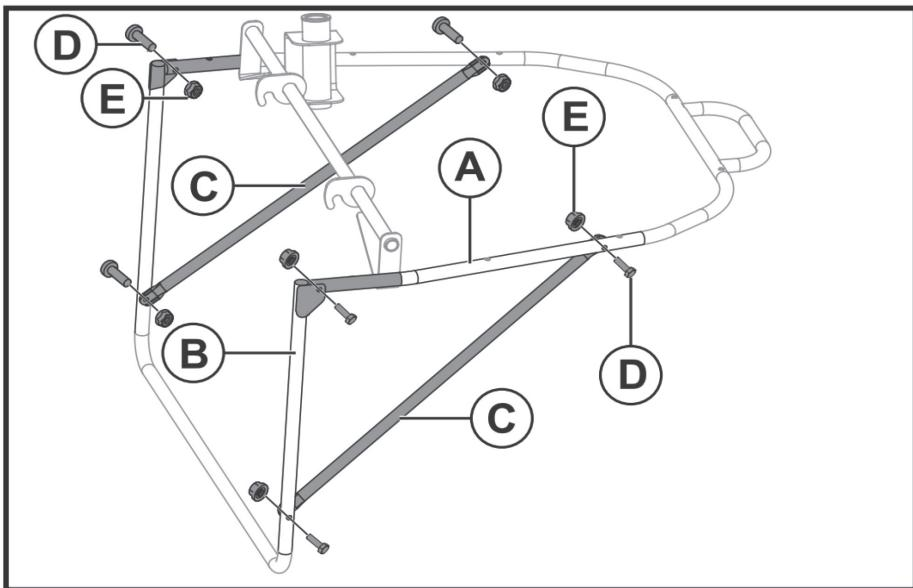

Рис. 15.
- С помощью болтов (D) и гаек (C), присоедините верхнюю часть каркаса (A) к нижней (B). Рис. 15.
- С помощью болтов (D) и гаек (C), установите боковые распорки (С) между нижней и верхней частями каркаса. **ВНИМАНИЕ!** Распорки (С) устанавливаются с внутренней части каркаса! В противном случае, установленные снаружи, они могут стать причиной разрыва мешка травосборника!